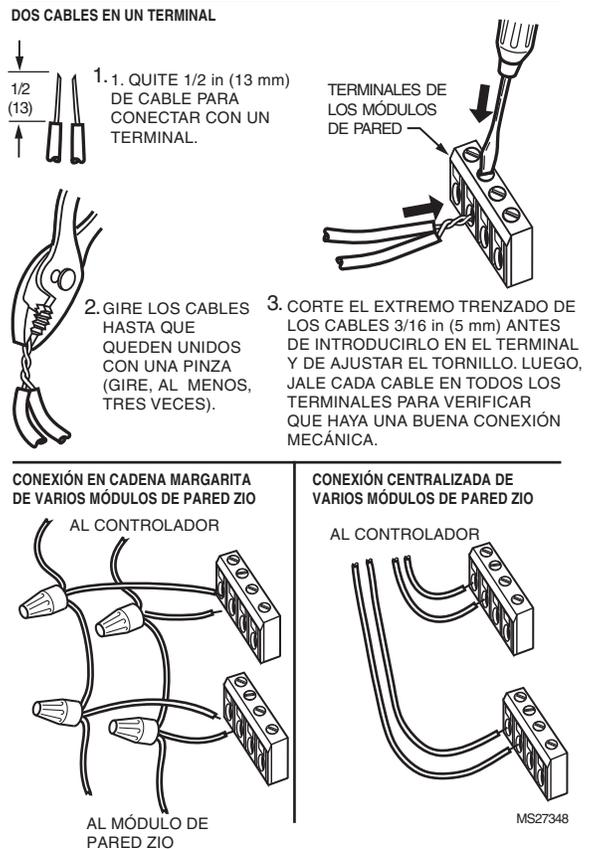

Fig. 5. Opciones para conectar los cables de varios módulos de pared TR40/42.
1. Para un solo cable, quite 3/16 in (5 mm) de material aislante del conductor; para varios cables que se conectan a un terminal, quite 1/2 in (13 mm) de material aislante del conductor. Consulte la Fig. 5 para saber cómo conectar los cables de varios módulos de pared TR40/42.